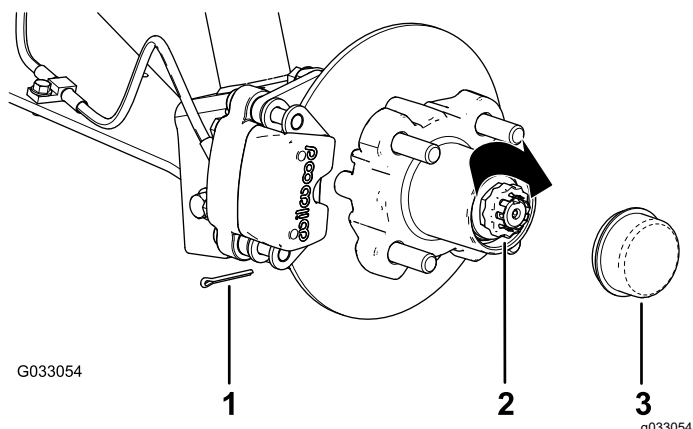

図 35
8. ナットの上からリテーナを取り付け、リテーナのスロットとスピンドルのスロットが整列しているかどうか確かめる 図 35。
9. コッターピンを取り付け、ピンの足をリテーナに巻き付けるように曲げる 図 35。
10. ハブにダストキャップを取り付ける 図 35。